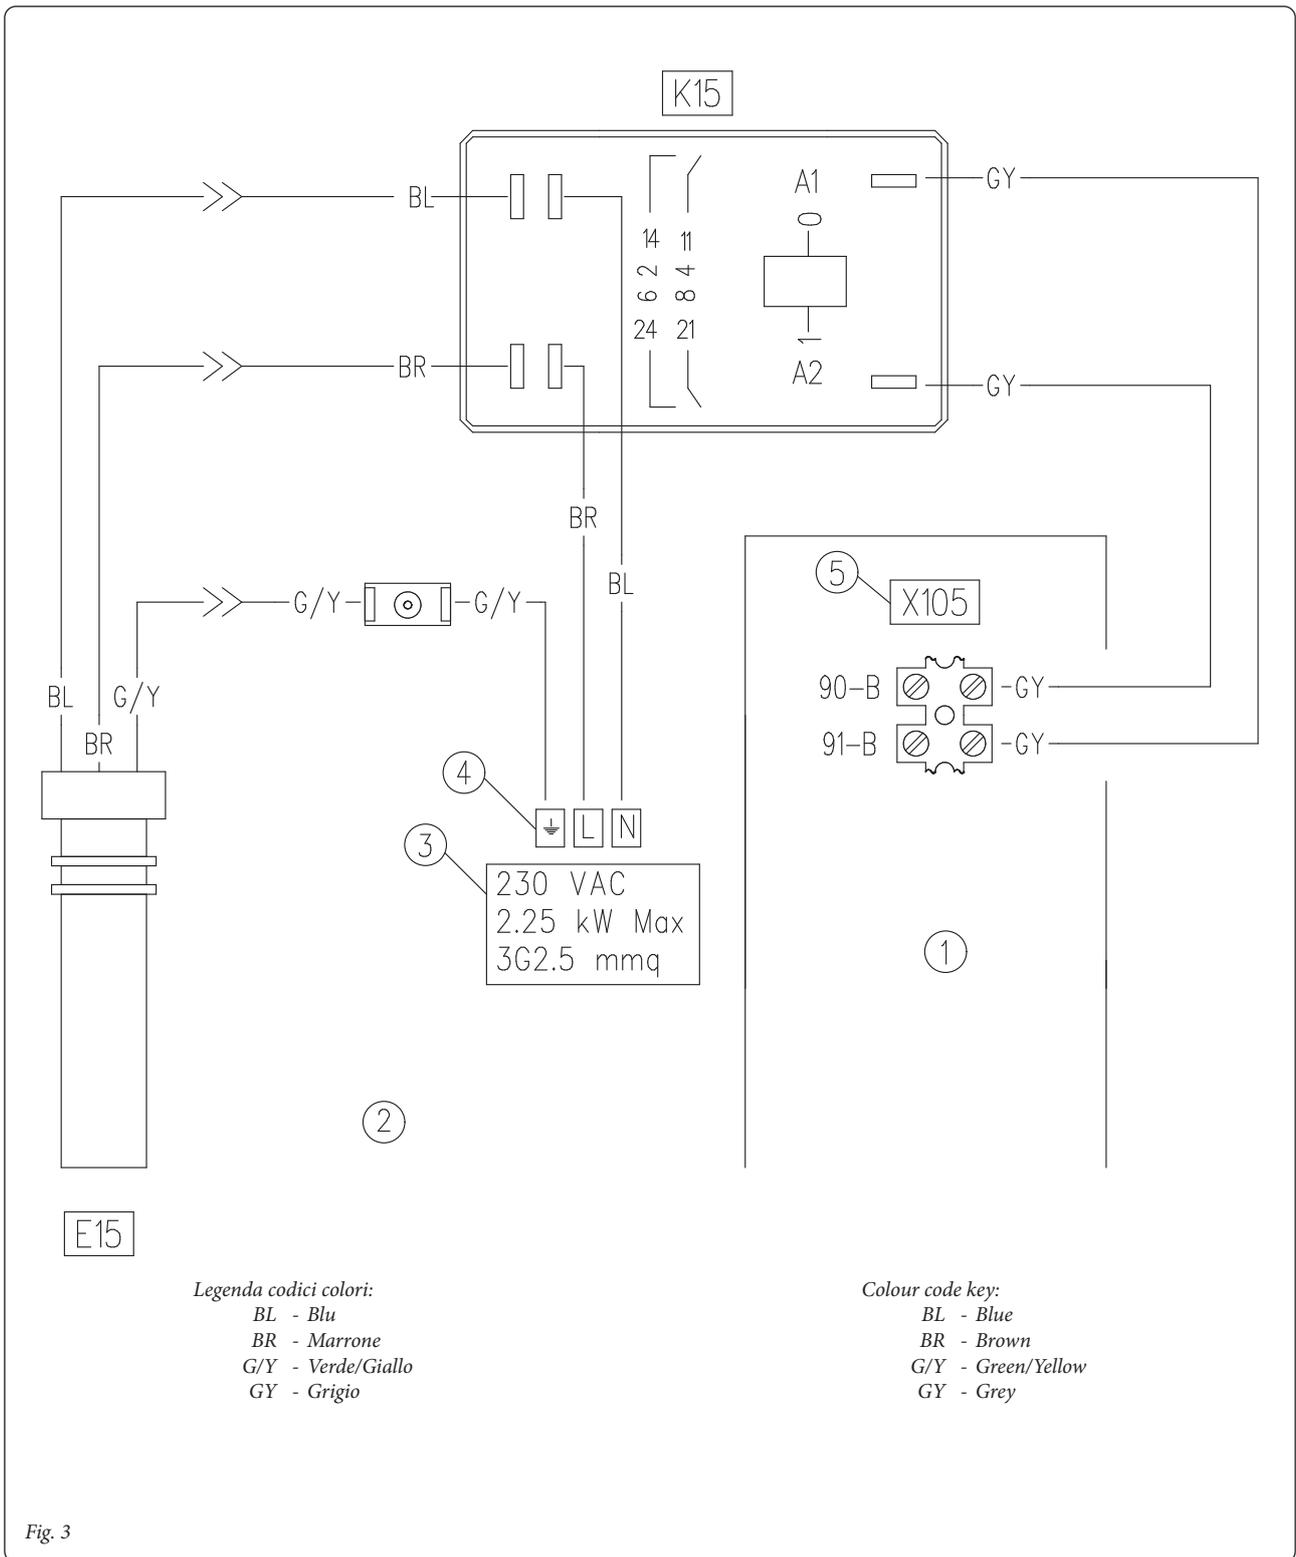
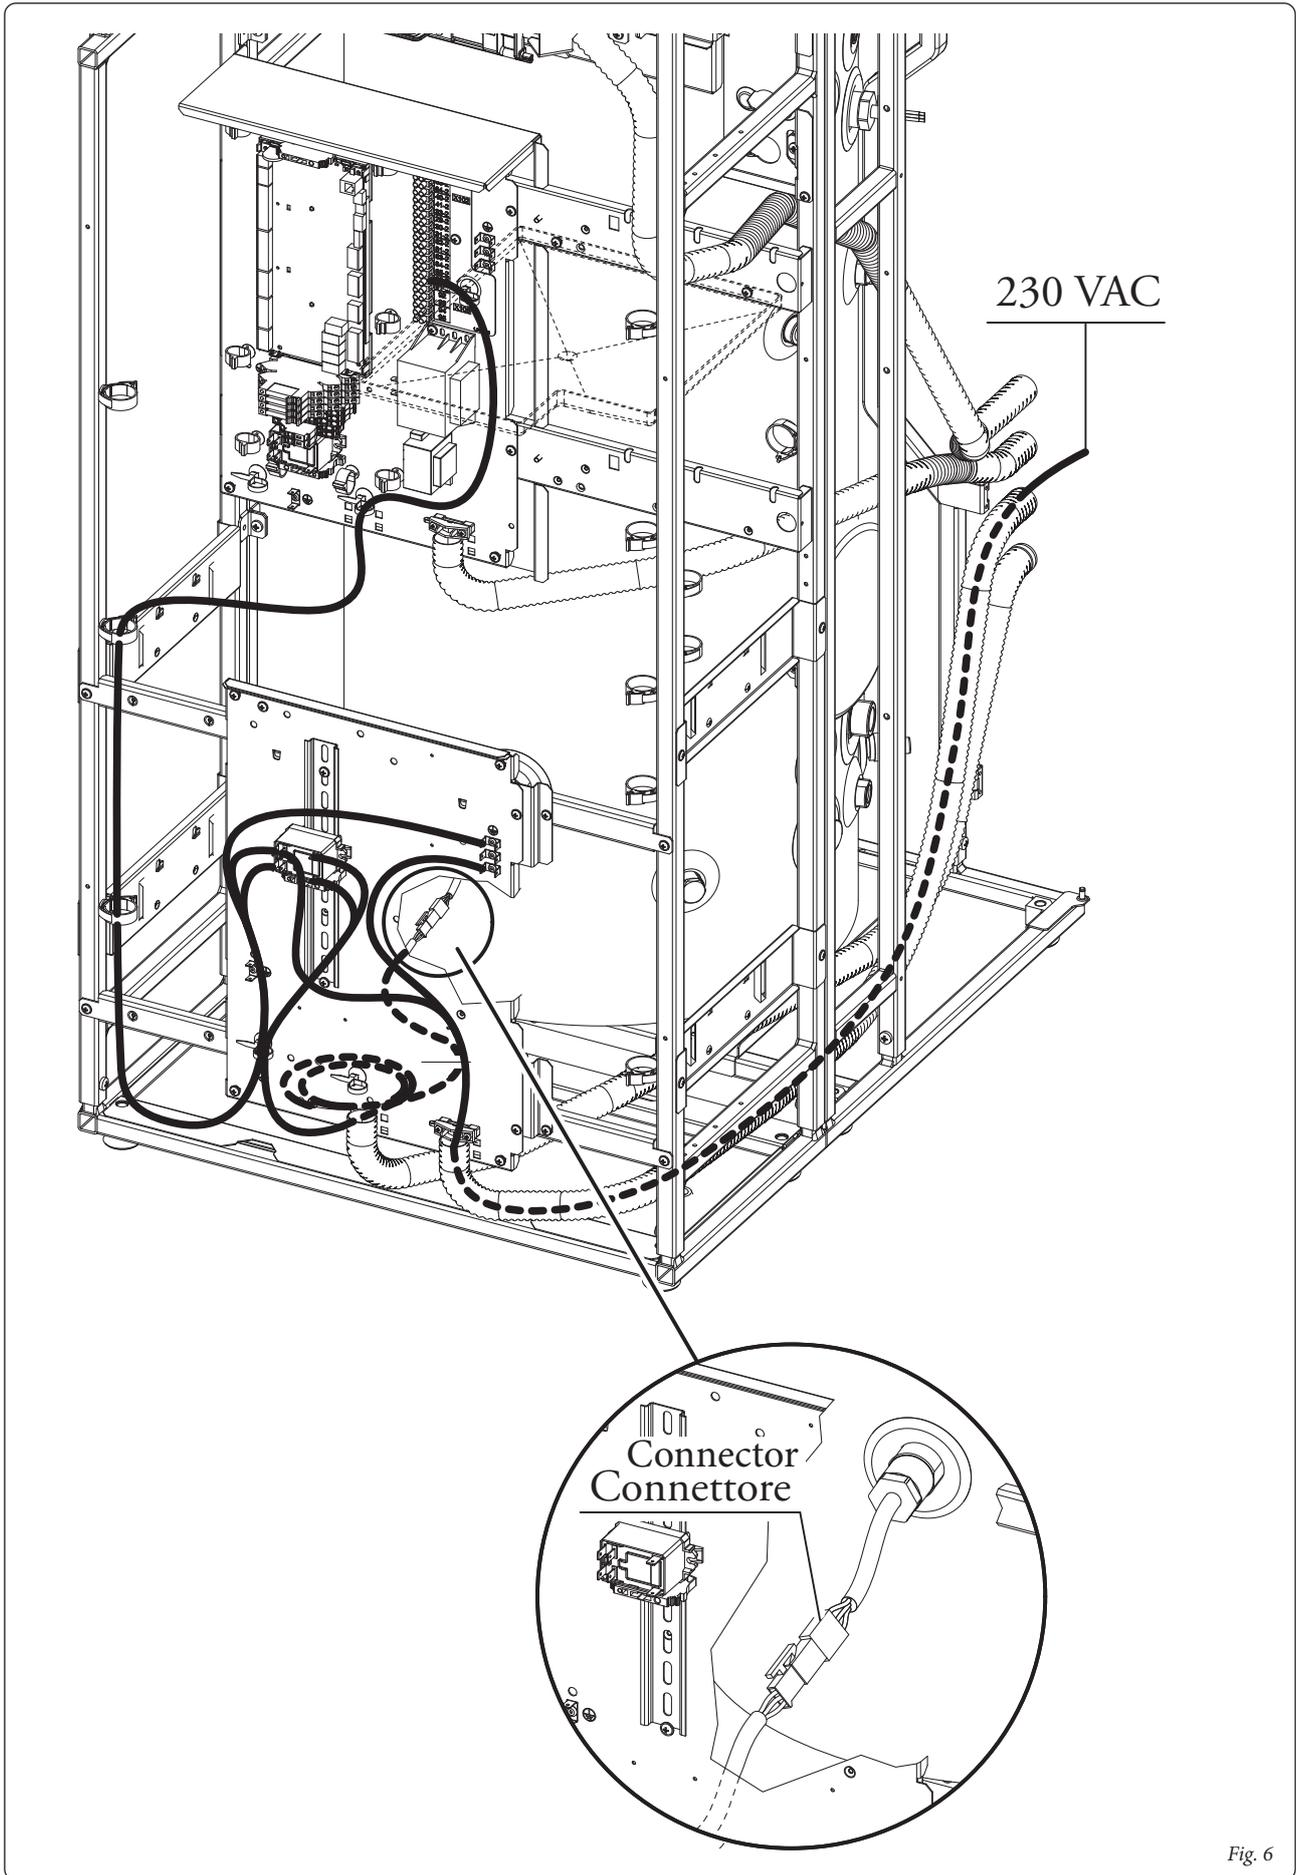

Fig. 3
Fig. 6
- Smontare il vaso sanitario (11) con la relativa squadretta di supporto svitando le 2 viti (12) e svitando il dado (13).
- Eliminare il tappo (1) e il relativo OR (2).
- Posizionare l'OR (6) sulla resistenza (5).
- Inserire la resistenza (5) fissandola al bollitore.
- Rimontare il vaso sanitario, serrare il dado (13) interponendo la guarnizione (14).
- Aprire il coperchio (3) del quadro kit optional svitando le 4 viti (4).
- Posizionare il relè (10) sul relativo supporto (9).
- Infilare il ferma morsettiere (8) sulla slitta (7).
- Effettuare i collegamenti elettrici come rappresentato nello schema elettrico (Fig. 3) avvalendosi dello schema percorso cavi relativo (Fig. 6).
- Eliminate cap (1) and the relative O-ring (2)
- Place the O-ring (6) on the resistance (5)
- Insert the resistance (5) fixing it to the storage tank.
- Open the cover (3) of the optional kit panel by unscrewing the 4 screws (4).
- Place the relay (10) on the relative mount (9).
- Insert the terminal board holder (8) on the slide.
- Perform the electrical connections as described in the wiring diagram (Fig. 3) using the relative wire path diagram (Fig. 5).
- Disassemble the DHW vessel (11) with the relative supporting bracket unscrewing the 2 screws (12) and unscrewing the nut (13).
- Reassemble the DHW vessel, tighten the nut (13) interposing the gasket (14).
- Perform the electrical connections as described in the wiring diagram (Fig. 3) using the relative wire path diagram (Fig. 6).